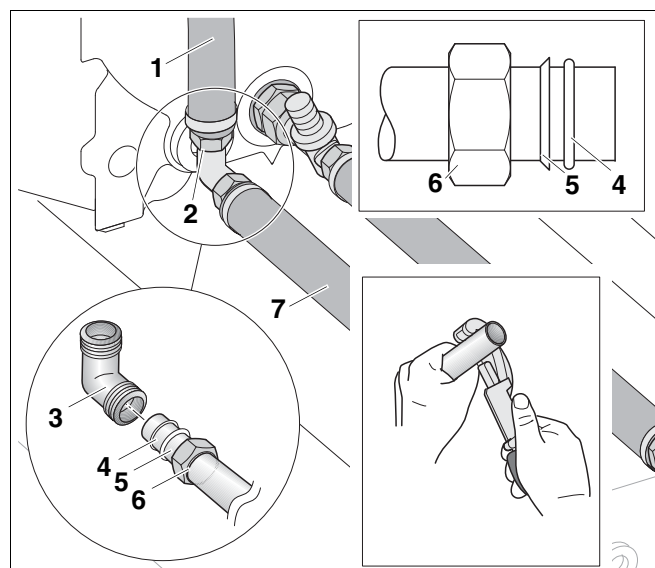

Рис. 12 Монтаж трубопровода на отопительном котле
- Если требуется, то укоротите горизонтальную соединительную трубу VS (рис. 12, **поз. 7**) подающей линии бака VS на величину, указанную в таб. 8 или таб. 9, стр. 9.
- Наденьте накидную гайку (рис. 12, **поз. 6**), зажимное кольцо (рис. 12, **поз. 5**) и кольцо Ø 26 x 3 (рис. 12, **поз. 4**) на (обрезанную) горизонтальную соединительную трубу VS (рис. 12, **поз. 7**).
- Наденьте угловое резьбовое соединение с зажимным кольцом (рис. 12, **поз. 3**) на соединительную трубу VS и соедините накидной гайкой (рис. 12, **поз. 6**).
- Вложите уплотнение (рис. 12, **поз. 2**) в накидную гайку на длинной части трубы VS (рис. 12, **поз. 1**) и соедините угловое резьбовое соединение (рис. 12, **поз. 3**) с трубой VS (рис. 12, **поз. 7**).
- Выровняйте соединительную трубу VS (рис. 12, **поз. 7**) назад параллельно оси бака, при этом короткая часть трубы VS (рис. 13, **поз. 5**) должна быть расположена вертикально вниз.
- Затяните угловое резьбовое соединение с зажимным кольцом (рис. 12, **поз. 3**) (при затягивании накидной гайки удерживайте уголок от прокручивания).